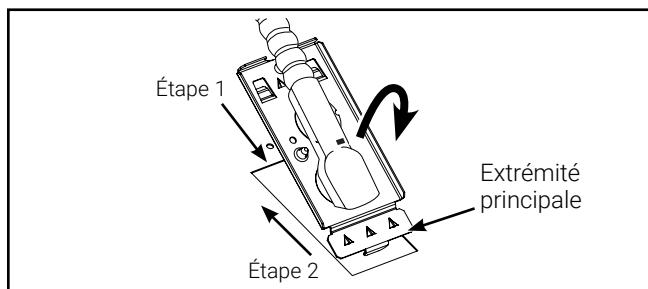

Figure 3.
- Étape 1: Pour insérer la plaque d'accès, faites-la pivoter jusqu'à ce que l'extrémité avant soit à l'intérieur du chemin de câble (Figure 3).